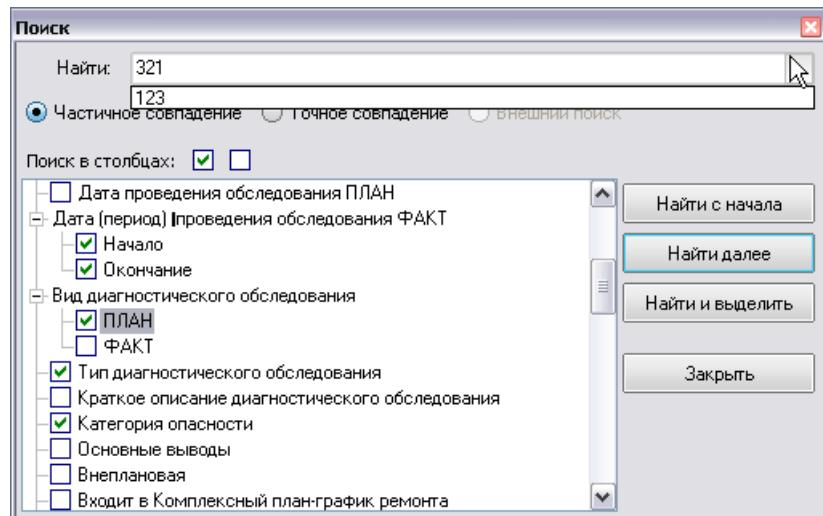

Рис. 10-11 Окно «Поиск»
Меню **Правка** содержит команды, позволяющие вырезать, копировать, вставлять и удалять узлы дерева структуры доступа, копировать версию приложения. Команда **Копировать в результаты поиска** активна только при открытом окне поиска (Рис. 10-11) и позволяет добавлять выбранные вручную в дереве объекты в перечень найденных в окне поиска.
- **Поиск (Ctrl + F)** – позволяет найти нужную информацию по заданным в окне **Поиск** (Рис. 10-11) условиям и параметрам; команда **Найти и заменить** – позволяет заменять найденную поиском информацию;
При задании условий поиска текст запроса вводится в поле **Найти** окна. Можно также использовать ранее созданные запросы (выбираются в списке, выводимом при нажатии кнопки в правой части окна **Найти**, как для примера показано на Рис. 10-11).